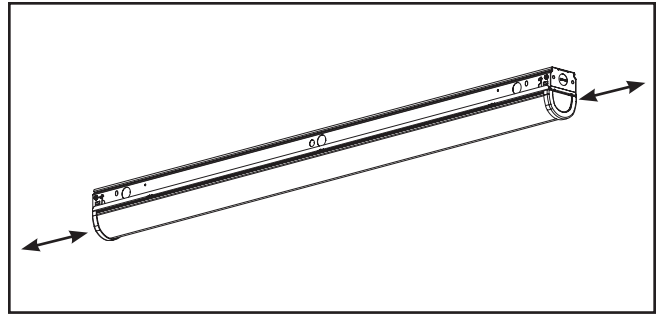

Figure 4.
4. Assurez-vous que la lentille est enclenchée dans les huit (8) attaches de la section de 4 pi.
5. Centrez la lentille du luminaire si besoin. (Figure 4.)